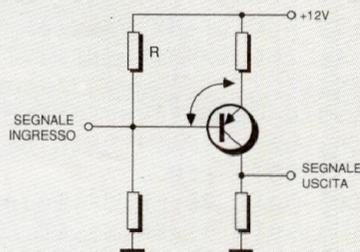

Figura 5
8. Con il cortocircuito tra emettitore e base nel transistor di Figura 5, indicato con una linea tratteggiata, la tensione di collettore deve essere:
9. L'amplificatore di Figura 5 è collegato secondo una configurazione a:
10. Se il resistore contrassegnato R nello schema di Figura 5 è interrotto, il transistor sarà: